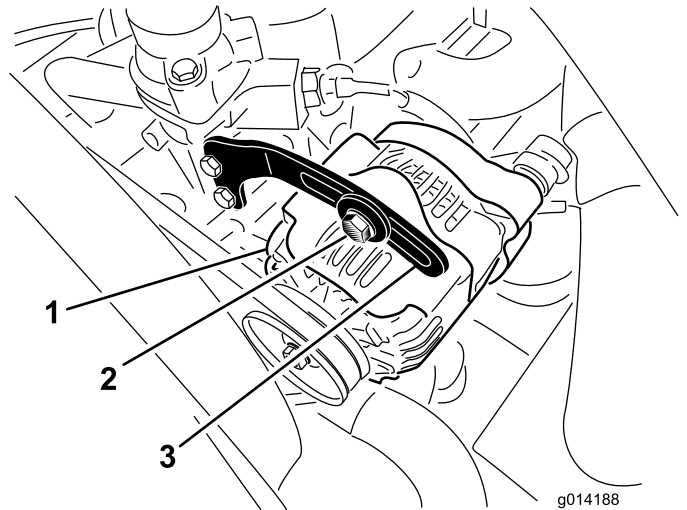

Figura 37
2. Compruebe la tensión de la correa del alternador presionándola (Figura 37) en el punto intermedio entre las poleas del alternador y del cigüeñal con una fuerza de 10 kg (22 libras).
3. Afloje el perno que sujeta el tirante al alternador (Figura 37) y el perno de pivote del alternador.